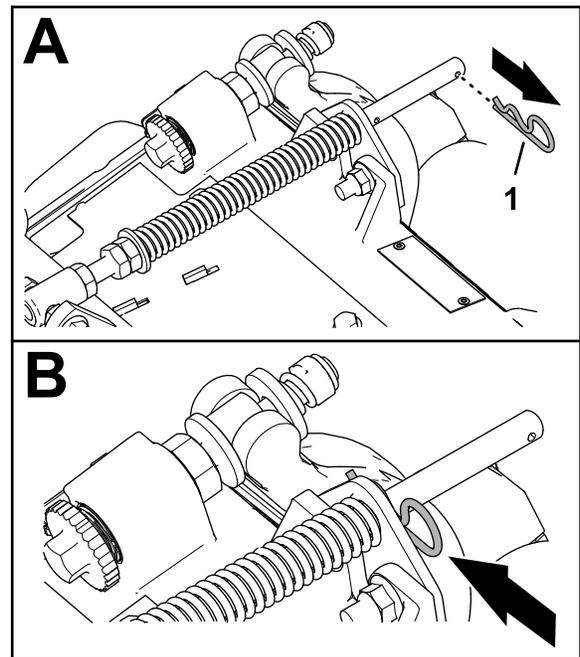

**Figura 10**
5. Alinee los espárragos de la guía de mangueras izquierda con los orificios del bastidor de la unidad de corte y del soporte del muelle de compensación (Figura 10).